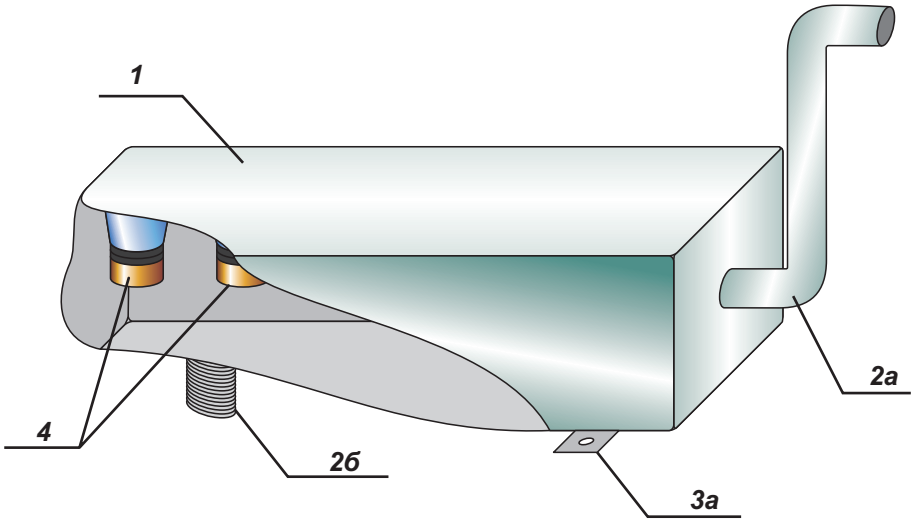

Рисунок 2. Конструкция погружного ультразвукового излучателя
- 5.5. Рабочим узлом ИЗДЕЛИЯ является рабочая поверхность погружного ультразвукового излучателя 1 (рисунок 2), выполненного из нержавеющей стали, со встроенными в него пьезокерамическими преобразователями 4 (рисунок 2), которые являются источником ультразвуковых колебаний.
- 6.6. Установите погружной ультразвуковой излучатель, входящий в комплект поставки, в ванну и закрепите его при помощи крепёжных отверстий 3а (рис. 2), либо используя резьбовое крепление 2б (рис. 2), в зависимости от комплектации ИЗДЕЛИЯ.
- 6.10. Налейте в ванну небольшое количество воды. Проверьте герметичность крепления погружного ультразвукового излучателя 2б (рис. 2).
ВНИМАНИЕ! Располагать очищаемое (обрабатываемое) изделие на рабочей поверхности излучателя 1 (рис. 2) категорически запрещено! Это может привести к преждевременному выходу ИЗДЕЛИЯ из строя. Необходимо выдержать минимальную дистанцию в 50 мм от рабочей поверхности излучателя 1 (рис. 2).